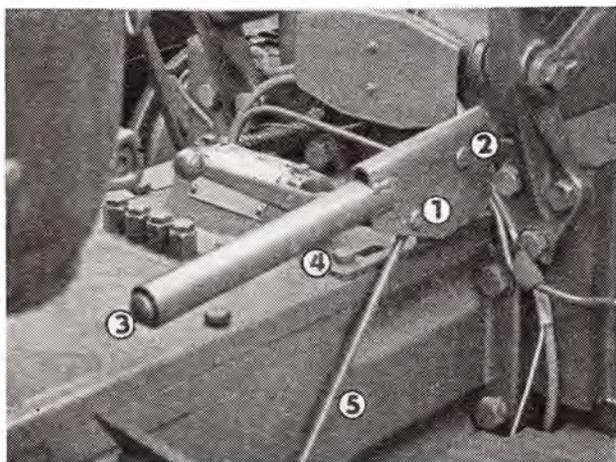

Abb. 68
1. Der Bolzen der Handbremsen-Zugstange (Abb. 68/1) ist zu entsplinten und aus dem Bremshebel herauszuschieben und die Zugstange herauszunehmen.
2. Zwei Schrauben M 8 (Abb. 68/4) der Handbremsenkonsole sind auszuschrauben und der ganze Mechanismus ist abzunehmen.
3. Aus dem Bolzen des Handbremsenhebels ist der Splint herauszunehmen und der Bolzen herauszustossen (Abb. 68/2).
4. Der Knopf (Abb. 68/3) ist aus dem Handbremsenhebel auszuschrauben und die Feder und Unterlagscheibe sind herauszunehmen.